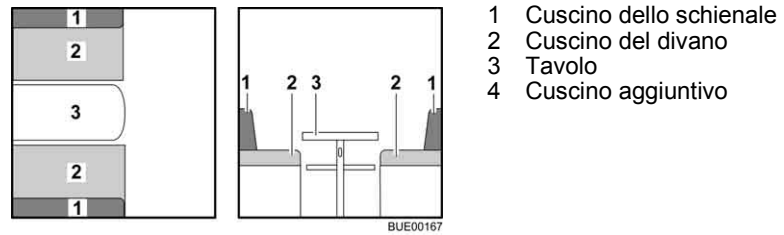

Fig. 89 Prima della trasformazione
- Trasformare il tavolo (Fig. 89,3) in struttura di supporto letto (vedi paragrafo 6.11).
- Rimuovere i cuscini dello schienale (Fig. 89,1) e riporli.